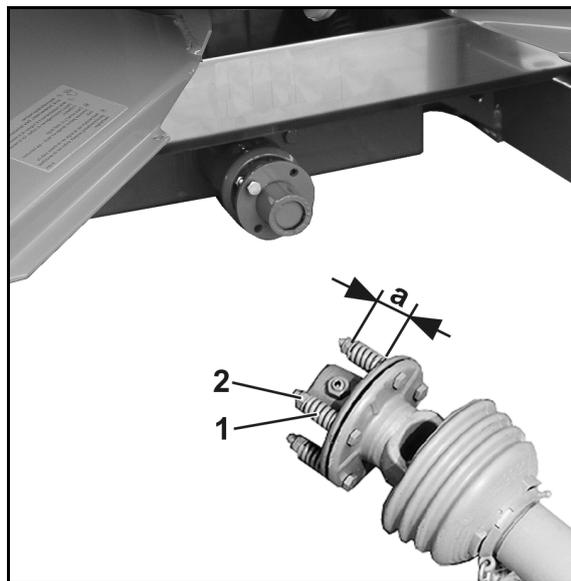

図 91
2. ばね (図 91/1) はナット (図 91/2) を緩めることで負荷を減らします。